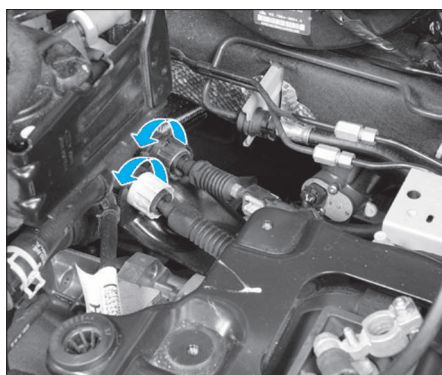

FIG. 2
- Détacher les câbles de changement de vitesses de la butée. Pour cela, tourner les câbles dans le sens antihoraire (Fig.2).